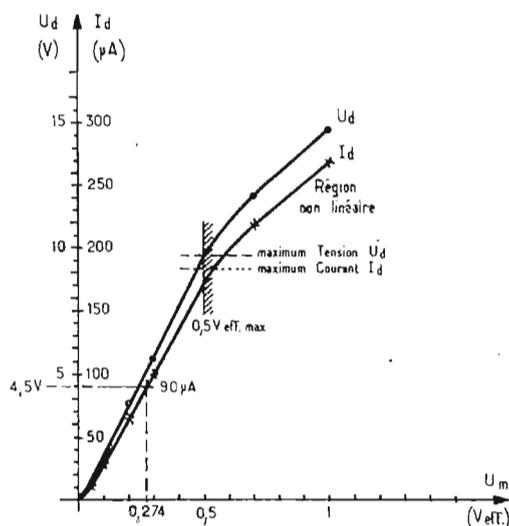

Fig. 6. - Variation des courants et tensions détectés en fonction de la tension AF d'entrée U_m .
Pour qualifier le facteur A évoqué dans les formules (3) et (4), il suffit d'appliquer sur l'entrée une tension efficace U_m provenant d'un générateur BF muni d'un instrument de contrôle et d'un atténuateur calibré. Nous reproduisons figure 6 la variation correspondante de U_d et I_d pris sur la détection.
Quand on connaît la courbe de $I_g = f(U_m)$ (voir fig. 6), cela devient facile de pratiquer l'étalonnage du galvanomètre.
Lorsque la puissance AF atteint 15 W, la tension U_m arrive à $0,2 \times 1,37 = 0,274 \text{ V}$. En se reportant à la figure 6, on voit que le courant correspondant se monte à $90 \mu\text{A}$. Comme nous avons utilisé un galvanomètre de $25 \mu\text{A}$ de déviation totale et de $3,24 \text{ k}\Omega$ de résistance interne (ce qui fait une d.d.p. de 81 mV), la résistance de tarage doit faire :